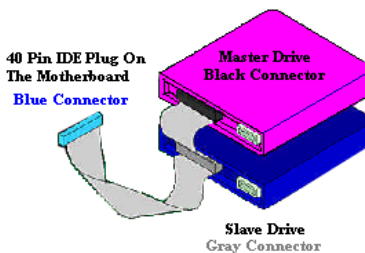

Bild 2-12. Verbindung eines ATA/66 Kabels mit dem Motherboard
- Verbinden Sie den SCHWARZEN Anschluss mit dem passenden Stecker auf dem Master Festplatten Laufwerk. Verbinden Sie den GRAUEN Anschluss mit dem passenden Stecker auf dem Slave Laufwerk (Secondary Festplatten Laufwerk, CD ROM, oder Bandlaufwerk). Siehe hierzu Bild 2-12.